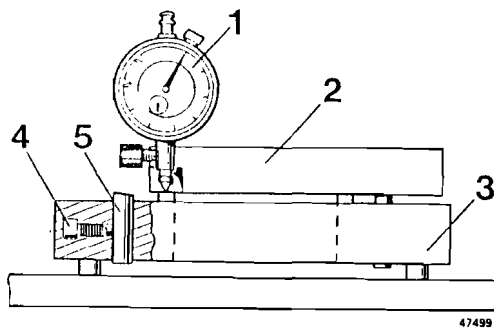

Fig. 50
- 2 Montar un comprobador de esfera en el soporte 2479 y colocar éste sobre el borde anular de la herramienta de acanalar, véase fig. 50.